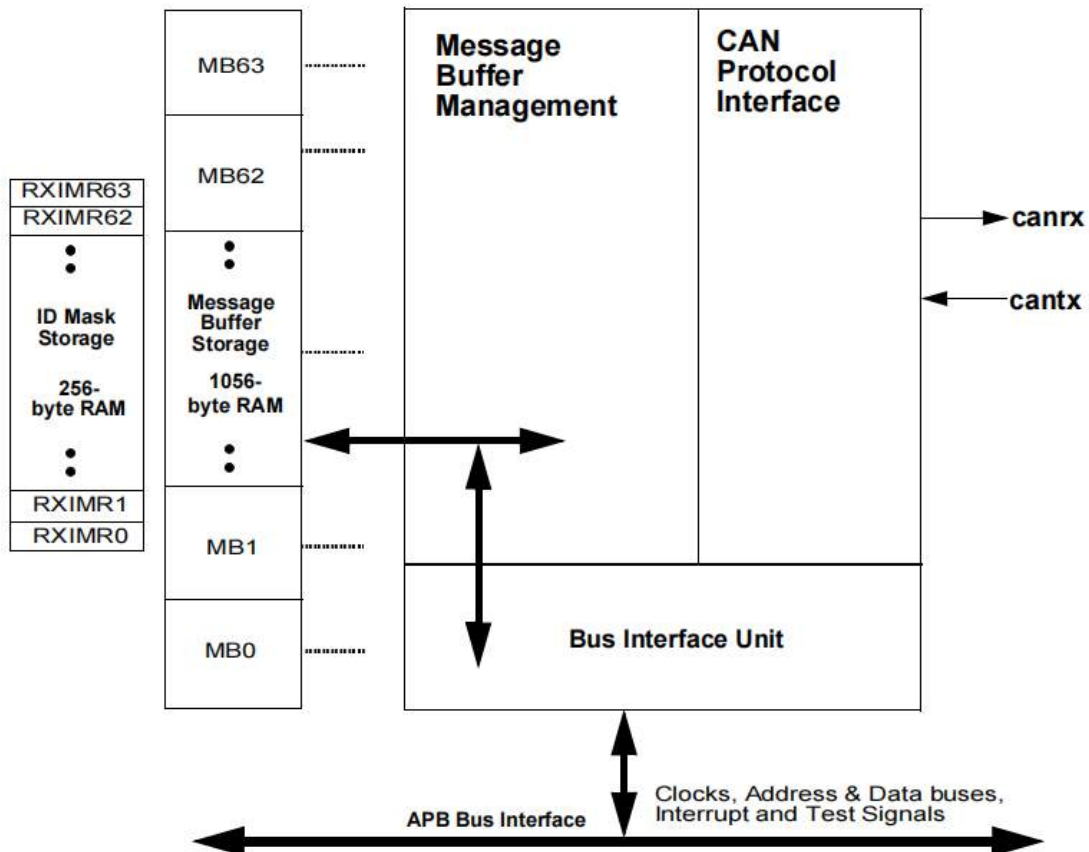

图 20-1: CAN 总线方块图
CAN 总线模块是根据 CAN 2.0B 协议规范实现 CAN 协议的通信控制器。图 20-1 展示了该模块的通用方块图，其中包含两个嵌入式存储器：一个用于存储信息缓冲区 (MB)，另一个用于存储接收个体掩码寄存器。该模块最多可支持 64 个信息缓冲区。各子模块的具体功能将在后续章节中详细说明。